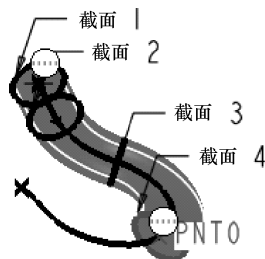

图 6-67 预览模型
(14) 单击【草绘器工具】工具栏中的【完成】按钮 **完成**，接受所绘截面，完成截面 4 的绘制，预览模型如图 6-67 所示，回到【截面】下滑面板。